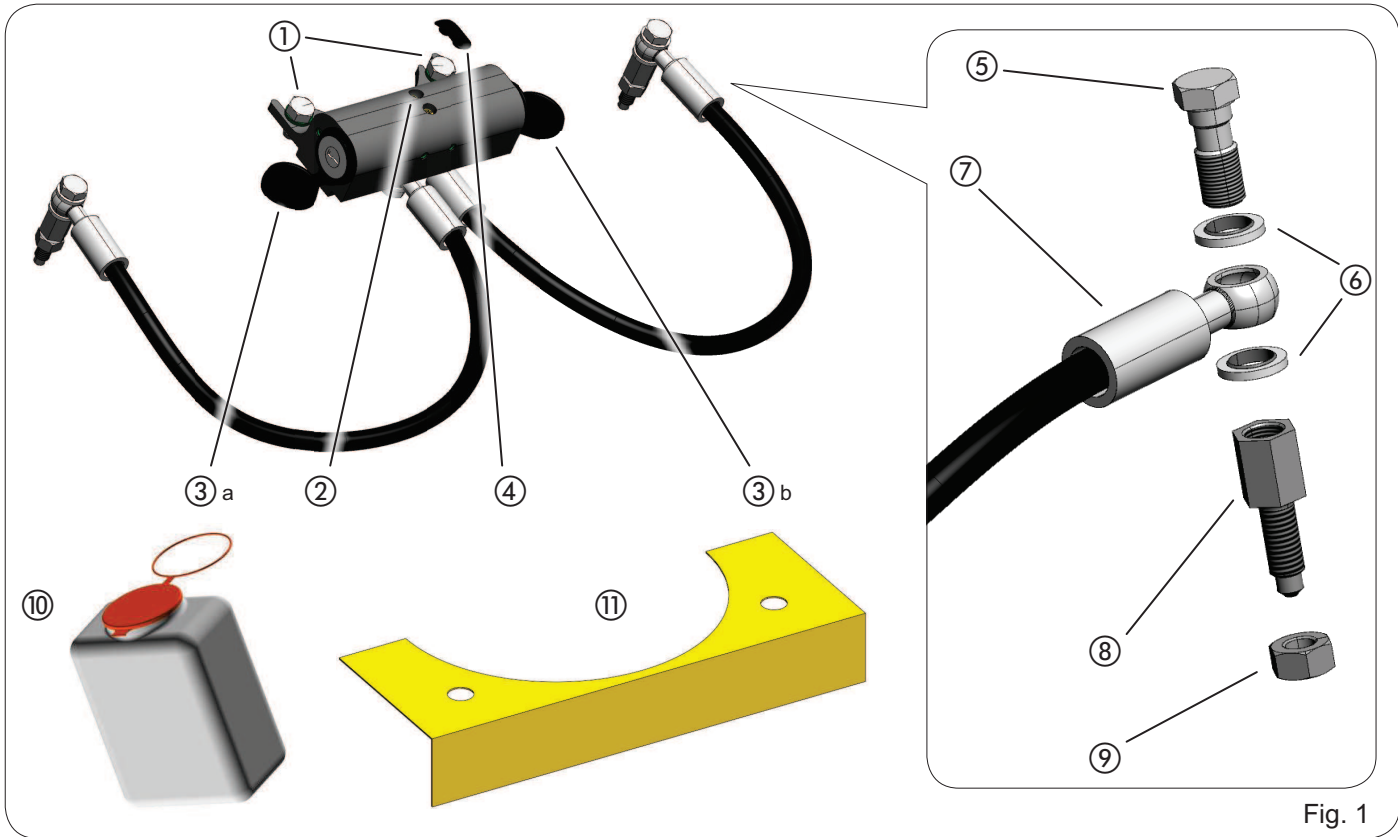
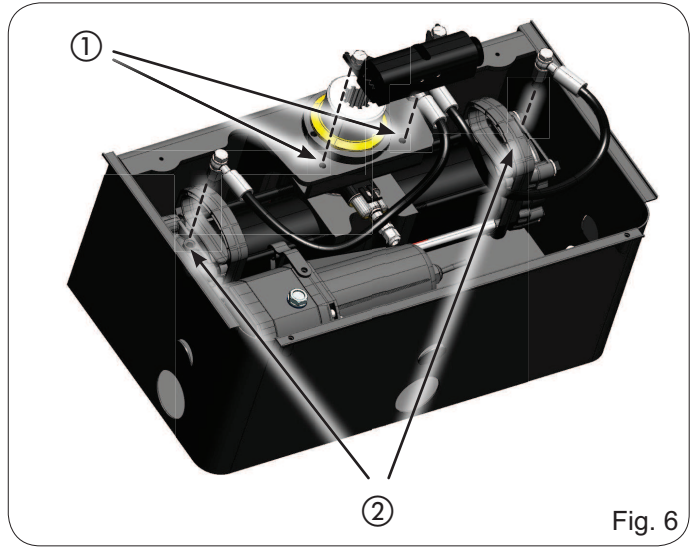

Fig. 1
Fig. 6
La description des composants du système de déverrouillage se réfère à la Fig. 1
- Fixer le système de déverrouillage par l'intermédiaire des deux vis M8 fournies (Fig. 6 réf. ①)
- Après avoir installé l'opérateur, fixer le système de déverrouillage avec les deux vis M8 fournies (Fig. 6 réf. ①)
- Démontez les raccords de purge installés sur l'opérateur puis connecter les raccords fournis avec le système de déverrouillage (Fig. 6 réf. ② et Fig. 1 réf. de ⑤ à ⑨), en les vissant à un couple de serrage maximal de 20Nm et sans serrer complètement le groupe raccord/contre-écrou sur la bride. Une fois que le raccord est fixé, serrer le contre-écrou (réf. Fig. 7).
- Raccorder le tube de l'huile muni des deux joints et du raccord (en suivant l'ordre indiqué dans la Fig. 1, réf. de ⑤ à ⑨ et Fig. 7)
Die Beschreibung der Entriegelungsbauteile bezieht sich auf die Fig. 1
- Das Entriegelungssystem mithilfe der zwei im Lieferumfang enthaltenen Schrauben M8 fixieren (Abb. 6, Bez. ①)
- Den Antrieb montieren und das Entriegelungssystem mithilfe der zwei im Lieferumfang enthaltenen Schrauben M8 fixieren (Fig. 6, Bez. ①)
- Die am Antrieb montierten Entlüftungsverbindungen entfernen und anschließend die mit dem Entriegelungssystem gelieferten anschließen (Fig. 6, Bez. ② und Fig. 1, Bez. von ⑤ bis ⑨), und mit einem Anzugsmoment von maximal 20 Nm anschrauben (Verbindung/ Kontermutter nicht komplett am Flansch festziehen). Nach der Befestigung der Verschraubung die Kontermutter festziehen (Bez. Abb. 7).
- Die Ölleitung mit den zwei Dichtungen und dem Anschlussstück anschließen (dabei die in Abb. 1, Bez. ⑤ bis ⑨, und Abb. 7 angegebene Reihenfolge beachten.)